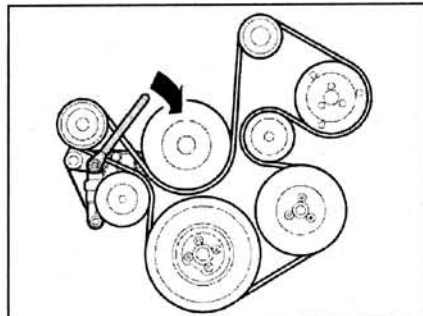

Рис. 2.34. Переместите натяжной ролик в направлении стрелки и снимите ремень привода.
1. Переместите натяжной ролик в направлении стрелки и снимите ремень привода (рис. 2.34).